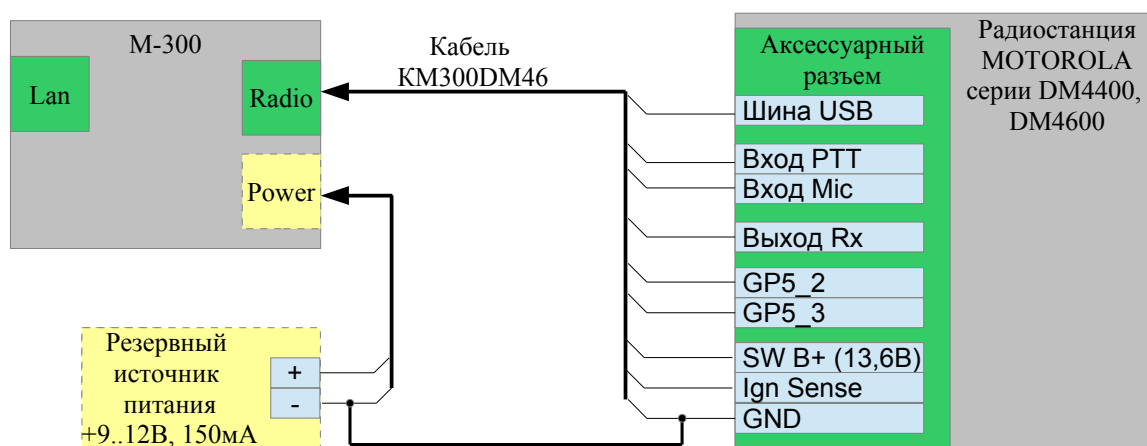

Рис. 4.3.3 Подключение радиостанции при работе интерфейса в режиме «MOTOROLA DM».
3) Режим интерфейса «MOTOROLA DM» предназначен для подключения к контроллеру радиостанций MOTOROLA серии MOTOTRBO. Подключение выполняется через аксессуарный разъем радиостанции, рис. 4.3.3. Команды управления передаются радиостанции по шине USB в соответствии со спецификацией MOTOTRBO XCMP/XNL.